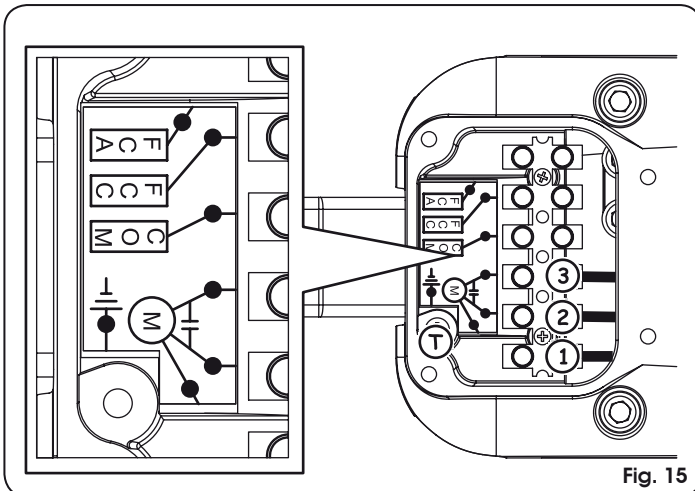

Fig. 15
En la parte inferior del operador está alojada una regleta de bornes, véase Fig. 15, para la conexión del motor, de los posibles finales de carrera y para la puesta a tierra del operador.
3. Realice las conexiones del motor y de la puesta a tierra tomando como referencia la Fig. 15 y las siguientes tablas.